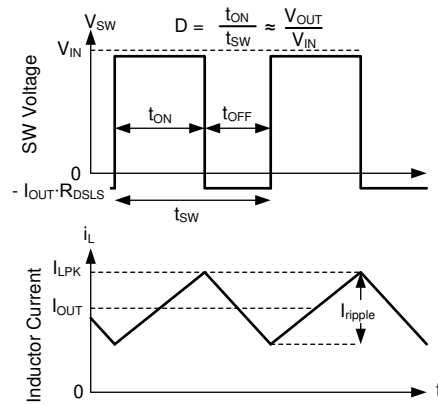

図 8-15. 連続モード (CCM) における SW 電圧とインダクタ電流の波形
本デバイスの以下の動作の説明は、セクション 8.2 と以下の波形 (図 8-15) を参照しています。CCM では、本デバイスは、内蔵ハイサイド (HS) およびローサイド (LS) NMOS スイッチを各種デューティ・サイクル (D) でオンにすることで、出力電圧のレギュレーションを実現します。HS スイッチのオン時間の間、SW ピンの電圧 (V_{SW}) は V_{IN} の付近までスイングし、インダクタ電流 (i_L) は線形的な傾きで増加します。HS スイッチは、制御ロジックによってオフにされます。HS スイッチのオフ時間 (t_{OFF}) の間、LS スイッチはオンにされます。インダクタ電流は LS スイッチを通して放電され、LS スイッチの両端の電圧降下によって V_{SW} をグランドの下まで強制的にスイングさせます。一定の出力電圧を維持するため、コンバータ・ループはデューティ・サイクルを調整します。D は、HS スイッチのオン時間をスイッチング周期で割った値として次のように定義されます。